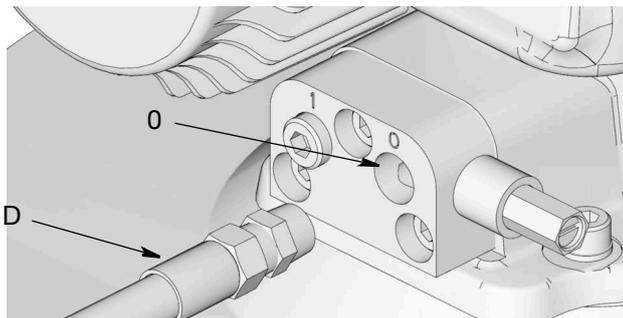

图 11: 润滑剂输出接头
8. 连接定时器/控制器 (F) (用户提供, 若使用)。
9. 将高压润滑剂供应管路 (D) 连接到排气阀或歧管的润滑剂输出接头 (O) 上 (图 11)。